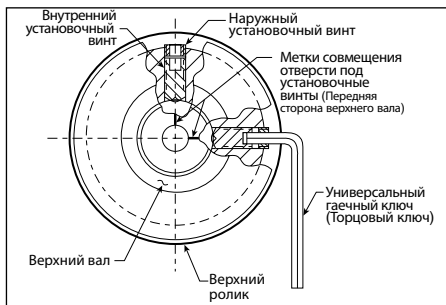

РИС. 9
10. Прижмите верхний ролик к заплечику верхнего вала. $\frac{3}{16}$ -дюймовым шестигранным ключом (прилагается) «нащупайте» внутренний установочный винт в отверстии установочного винта на верхнем валу и закрутите его. Шестигранный ключ должен быть расположен так, как показано на Рис. 9 выше, для затяжки внутреннего установочного винта.